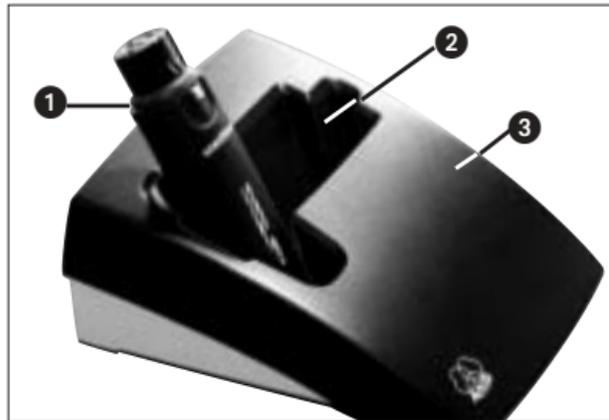

Fig. 2: SO 40
3. Coloque o emissor (1) na cavidade de carga (2) do carregador (veja fig. 2 a 4 na página 37).
Importante (SO 40 - fig. 2): tire o SO 40 do microfone antes de colocá-lo no carregador. Caso contrário o carregador poderá tombar fazendo que o emissor caia para fora da cavidade de carga.
colocado o emissor, o emissor encontra-se na posição errada. Coloque o emissor no carregador conforme fig. 2 a 4.